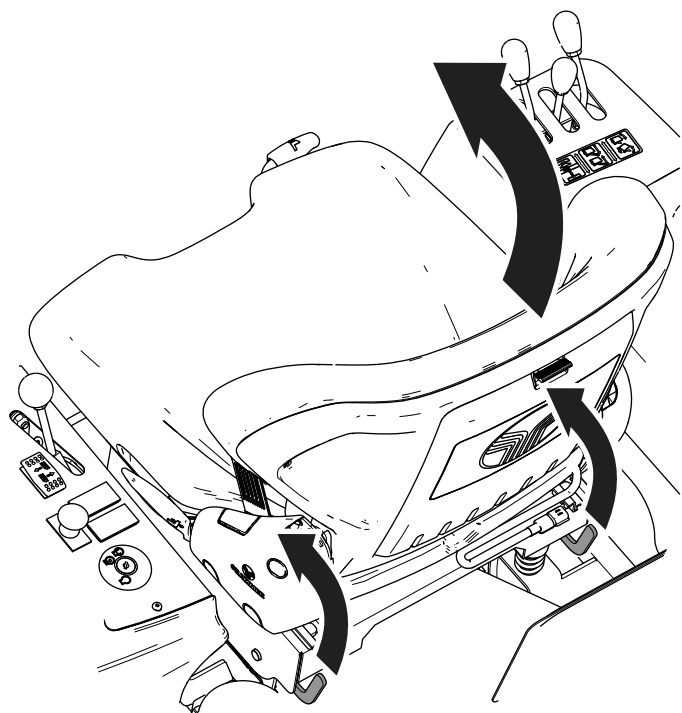

Figura 21
5. Incline el asiento hacia adelante (Figura 21).
4. Incline el asiento hacia adelante (Figura 21).
Levante la palanca de inclinación del asiento (Figura 21) e incline el asiento hacia adelante.